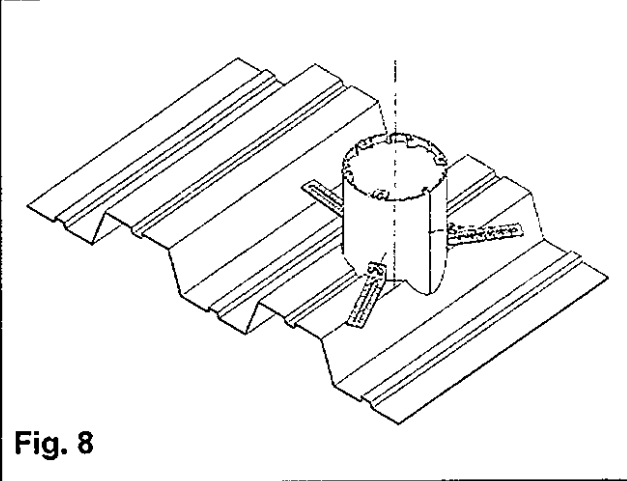

Fig. 8
2. Monter l'ensemble dans l'ouverture ainsi ménagée, consulter la Fig. 8. S'assurer que l'ensemble est de niveau avec le plancher. Fixer au plancher avec des vis à tête (non fournies).
2. Instalar el conjunto en el agujero según la Fig.8. Comprobar que el conjunto esté instalado de manera vertical. Fijar a la base con tornillos para chapa de metal (no provistos).